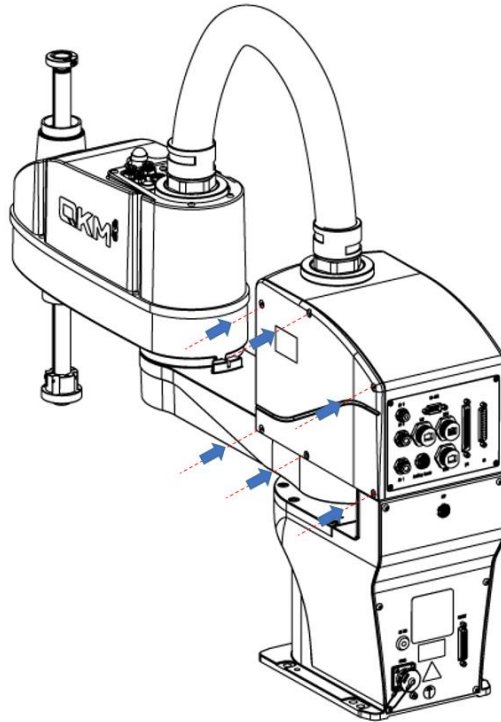

图 4-7 侧门板安装示意图
**步骤2** 使用螺钉将侧门板锁紧（锁紧扭矩为 1.5N·m），如图 4-7 所示。